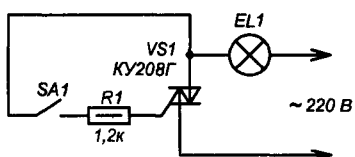

Рис. 5.1
Ошибка схемы (рис. 5) состоит в том, что при данном изображении симистора VS1 на принципиальной схеме с нагрузкой EL1 будет соединен А2 (второй анод), а управляющий электрод (G) может замыкаться выключателем SA1 с А1 (первым анодом). А должно быть, как раз, наоборот – **рис.5.1**. Только тогда схема может работать. Совершенно не обосновано утверждение автора [1] о влиянии фазировки подключения питающей сети на работоспособность (стабильность) схемы. В схеме **рис.5.1** этого не наблюдалось.